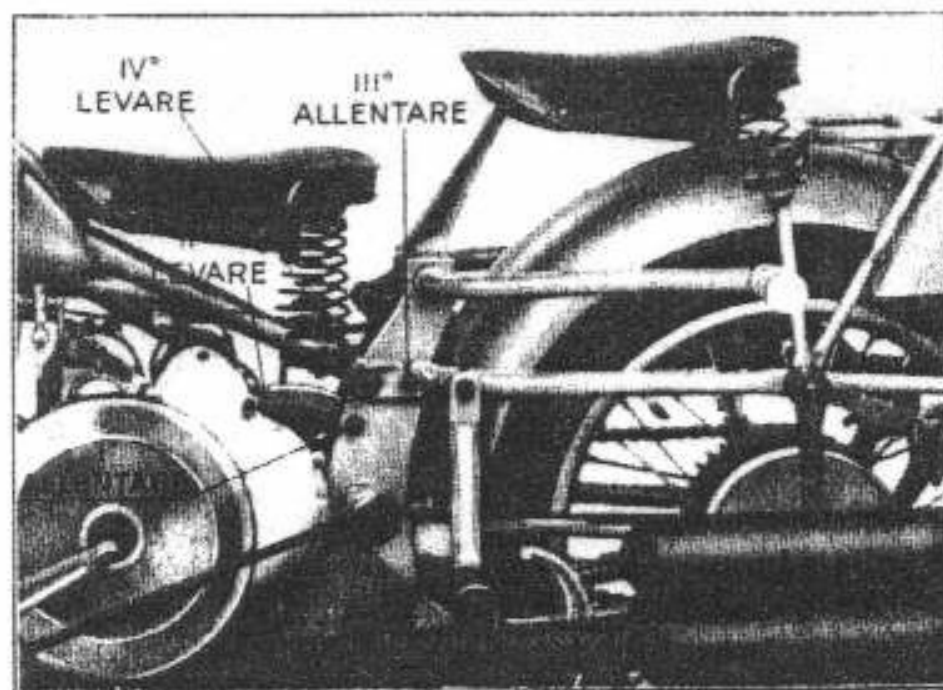

Fig. 17 - Le ultime operazioni da eseguirsi per aprire il telaio e togliere il motore.
*Levare* il bullone che fissa i due bracci curvati al carter (vedi fig. 17).